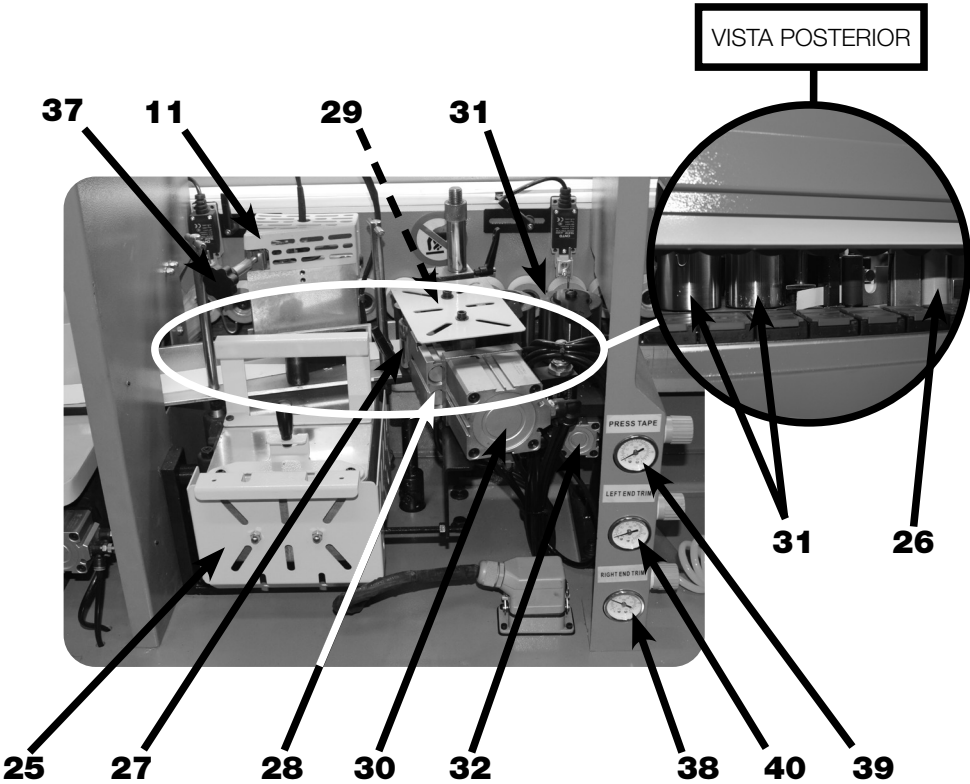

FIGURA 09 – Estação / Grupo do Coleiro
O Coleiro (11) possui em sua parte inferior a Bandeja de Cola (25) que armazena e aquece a cola utilizada, e em sua parte frontal está localizado o Eixo do Coleiro (26) (figura 09).
A Faca (29) responsável por cortar a fita depois de ser colada, acionada pelo Cilindro Pneumático (30) (figura 09).
Além dos Rolos Pressor (31) responsáveis por pressionar a fita contra a borda do painel, acionados pelos Cilindros Pneumáticos (32) (figura 09). O ajuste dessa pressão pode ser realizado pelo Manômetro (38).
O ajuste deste movimento de avanço pode ser realizado regulando a pressão pelos Manômetros (39) e (40) (figura 09), que ajustam respectivamente o avanço da Serra Dianteira (33) e Serra Traseira (34).